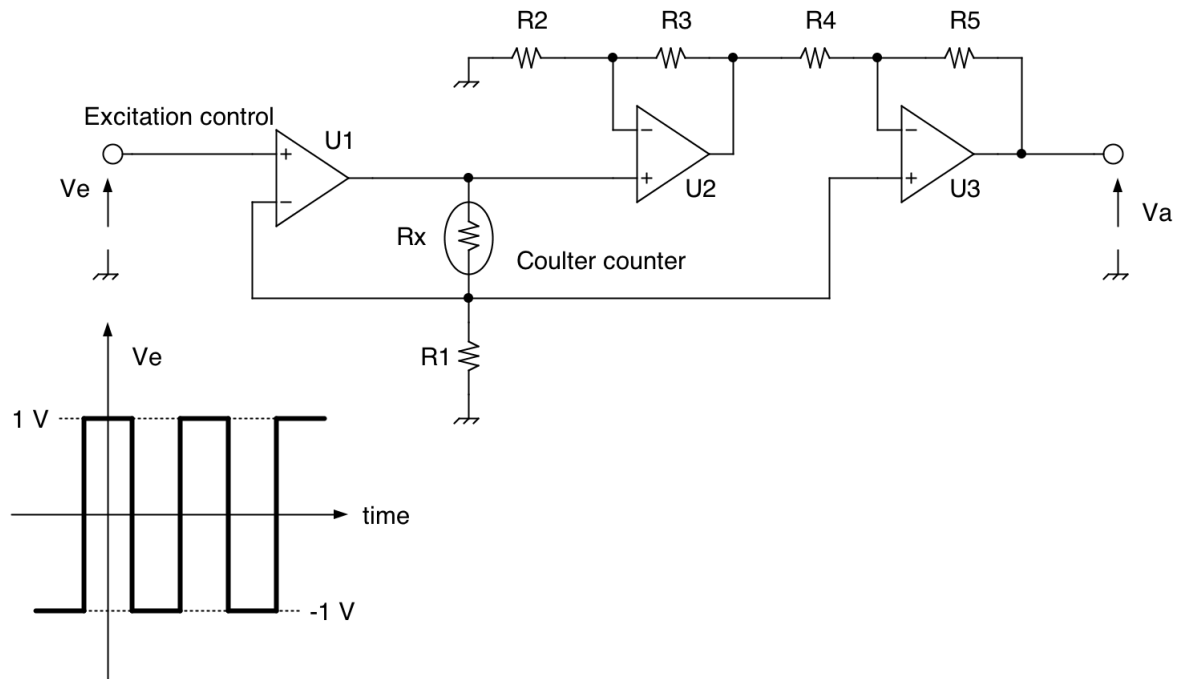

Figure 2 – Circuit de conditionnement et d'amplification du capteur résistif. R_x représente le compteur Coulter.
La Figure 2 montre le circuit utilisé pour l'excitation du capteur et l'amplification du signal. Le signal d'excitation V_e est un signal carré de 2V crête à crête et de fréquence 1kHz. Les amplificateurs opérationnels U1, U2 et U3 sont considérés comme idéaux.
3. Montrer que la combinaison des circuits des figures 2 et 3 crée une tension continue V_b , directement liée à la valeur de R_x .